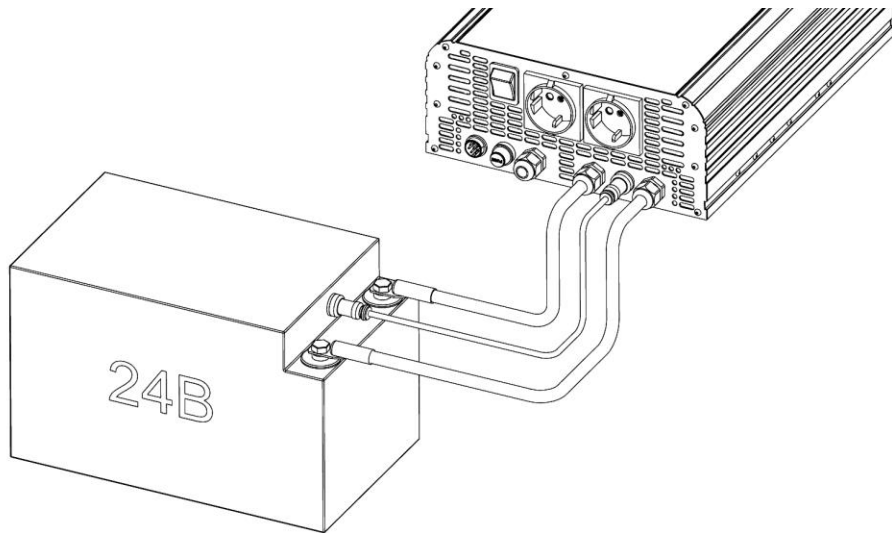

Рисунок 3. Підключення LiFePO4 АКБ до UPS-2024 V2
4.1.8 При використанні АКБ ТМ “**Phantom Energy Solutions®**” (LiFePO4) з номінальною напругою 24В, під’єднайте кабель даних (в комплект поставки не входить), як показано на Рис.3